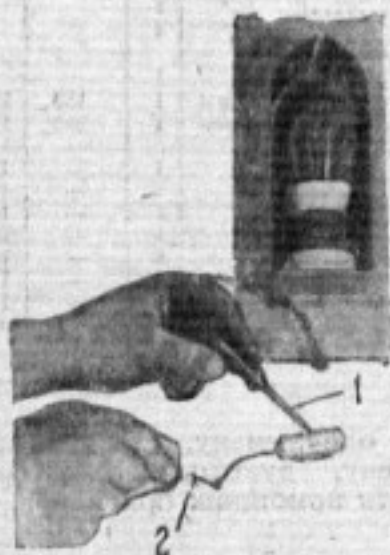

Рис. 1. Проверка конденсатора неоновой лампой
эбонитовой или резиновой трубке. Второй провод от сети (—) также оканчивается острым наконечником в изоляционной оправе. Острые наконечники 1 и 2 (рис. 1) включаются на обкладки проверяемого конденсатора. Если конденсатор пробит, то неоновая лампа дает полное, яркое свечение, а осветительная горит. Если в конденсаторе имеется плохое соединение обкладок с корпусом или выводной клеммой (обрыв), то осветительная лампа не будет гореть, а неоновая — давать свечения. При проверке конденсатора, имеющего плохую изоляцию (утечку), неоновая лампа будет давать слабое свечение или же часто «мигать».
3) **Обрыв бронированного провода.** При этой неисправности двигатель не заводится. Необходимо вынуть бронированный провод из корпуса распределителя или корпус распределителя отвернуть с наконечника бронированного провода. Включив вольтметр или осветительную лампочку одним проводом на пружинный наконечник бронированного провода, а другим на массу, — включить зажигание. Если провод имеет обрыв, — вольтметр не будет давать показания, а лампочка не будет гореть. Так как при этой проверке кроме обрыва в бронированном проводе может оказаться, что неисправен замок зажигания или же нет плотного контакта между пластинками выключателя, то необходимо точно выяснить, в чем заключается неисправность и определить ее место, т. е. в бронированном проводе она или в замке-выключателе. Для этого можно применять кроме автомобильной также неоновую или осветительную лампочку сети переменного тока 120—220 вольт. Эту лампочку следует включать последовательно в один из проводов, идущих от штепселя. Концы этих проводов нужно включать в проверяемые места, т. е. бронированный провод или замок-выключатель зажигания, подобно тому, как это было рекомендовано в статье «Неисправности генератора» (см. журнал «За рулем» № 5, 1936 г., рис. 1 и 2, стр. 13).